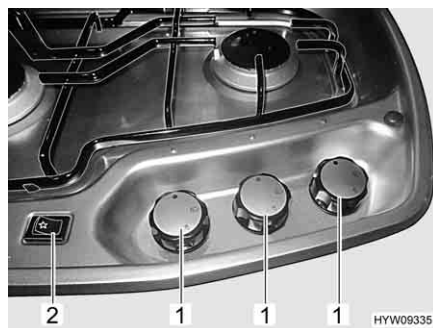
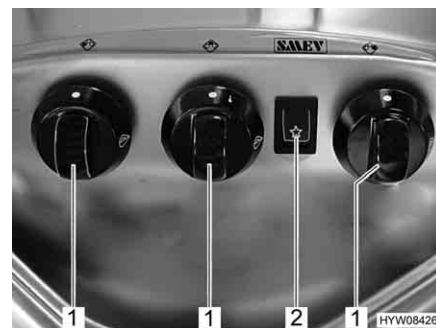

Fig. 141 Elementi di comando (fornello a gas)
Fig. 142 Elementi di comando (fornello a gas) (alternativa)
- Ruotare il pomello girevole (Fig. 141,1 o Fig. 142,1) dell'impianto a fiamma libera desiderato in posizione accesa (fiamma alta).
- Premere l'interruttore a bilico (Fig. 141,2 o Fig. 142,2). Sul bruciatore vengono prodotte scintille.